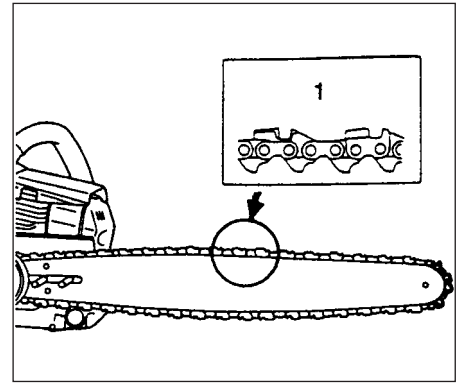

Fig.1-2
2. Verifique o sentido de rotação correcto da serra de corte (1), tal como mostrado na ilustração, e alinhe a corrente no pinhão. (Fig. 1-2)